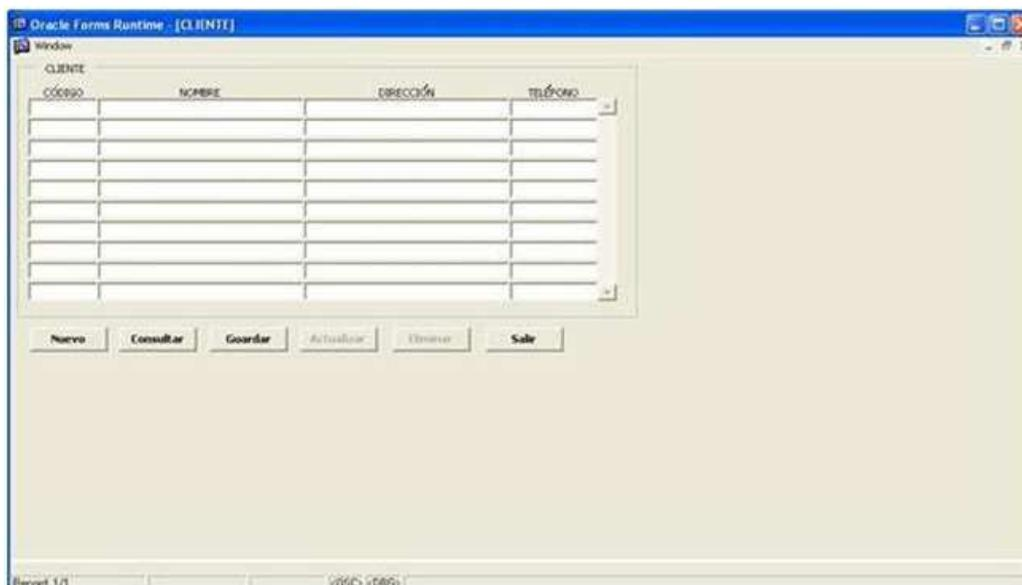

Figura 2-8. Pantalla Mantenimiento Cliente
2. Dé clic en la opción <Cliente> y le aparecerá la siguiente pantalla: (Véase figura 2.8).